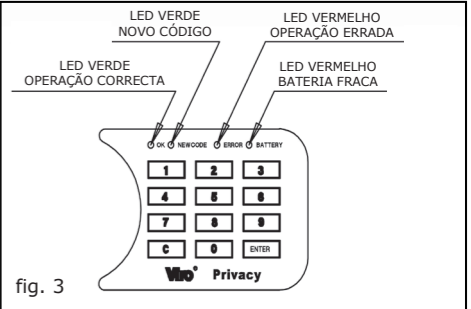

fig. 3
- A puerta abierta** en los modelos **CASASICURA** presionar la tecla "C" hasta la transmisión de cuatro señales acústicas consecutivas o en los modelos **Privacy** presionar y dejar la tecla C en el teclado: se encenderá el LED verde «NEW CODE» (ver fig. 3).
- Com a porta aberta** nos modelos **CASASICURA** premir a tecla “C” até se ouvirem quatro sinais acústicos consecutivos ou nos modelos **Privacy** premir e soltar a tecla C no teclado: acende-se o LED verde «NEW CODE» (ver fig. 3).